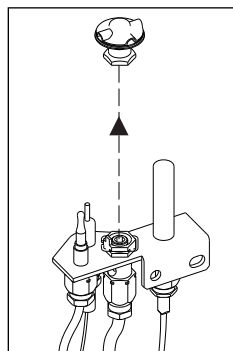

fig. 1
- 3 Le capot de la veilleuse est maintenu en place par un ressort. Retirer le capot en tirant vers le haut à partir du support de la veilleuse (fig. 1).